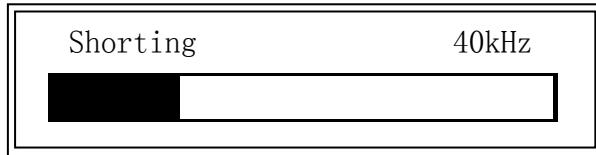

图 4-8
- ShSWP 按下软键，将进行扫频短路清零，并显示如图 4-8 所示的清零进程框。在清零过程中，ESC 软键可用，用来中止扫频短路清零，仪器存储的依然是以前的短路清零数据。